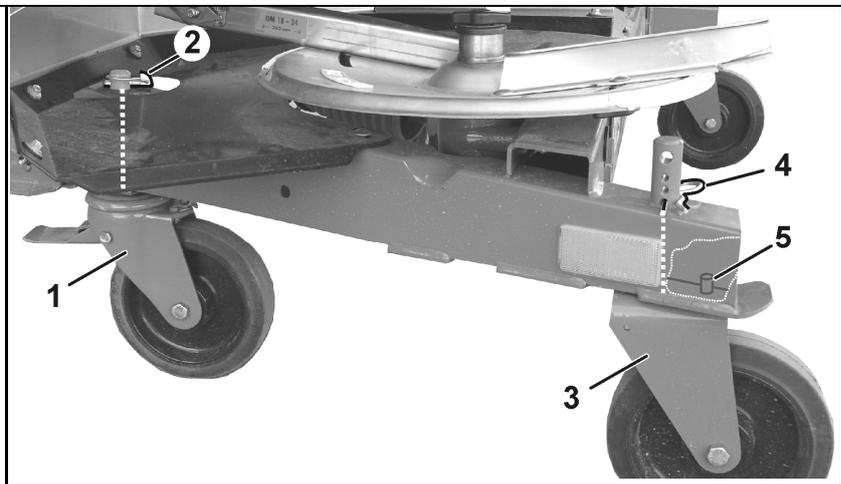

图 39
5. 可转向的前刹车轮 (图 39/1)
- 安装并用制轮楔 (图 39/2) 固定，
6. 固定的后轮 (图 39/3)
- 安装并用弹簧插销 (图 39/4) 固定在最低孔中，
安装固定式脚轮时，确保销栓（图 39/5）穿过框架上的孔，从而使脚轮保持纵向。